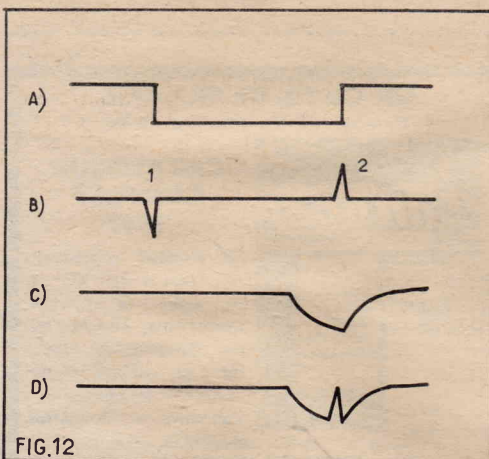

FIG.12
Le signal en forme de créneau (A) figure 12 se place dans le temps comme suit : le début (partie descendante du signal rectangulaire) correspond au début du noir trame et à la fin de la dernière ligne. Ce créneau (A) est soumis à l'opération différentiation ce qui donne la forme (B) donc une impulsion négative pour la partie descendante et une impulsion positive pour la partie montante.
La même grille reçoit par le point  $X_1$ , le signal résultant de l'intégration des signaux d'identification, en dents de scie. Ces signaux appliqués à la grille ont la forme (C) figure 12.
Les signaux (A), (B), (C) et (D) de la figure 12 correspondent au cas où tout se passe correctement.